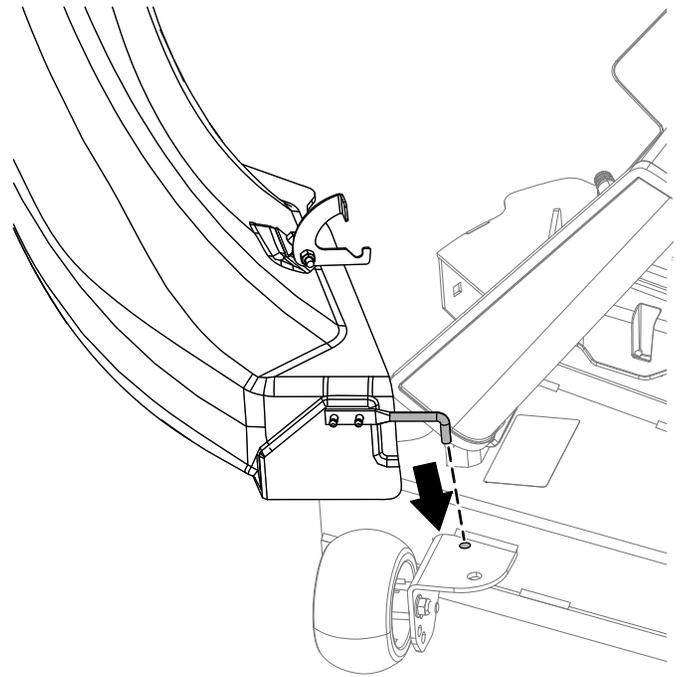

Figure 21
4. Basculez la goulotte et insérez la goupille dans le trou sur le plateau de coupe, comme montré à la Figure 21.